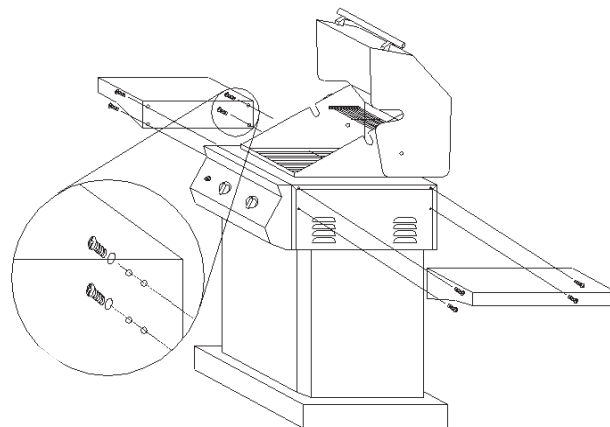

Fig. 1
2. Les vis utilisées pour fixer la tablette de côté et le brûleur de côté sont déjà vissées dans les deux panneaux du côté. Enlevez les vis des panneaux de côté. (Fig. 1)